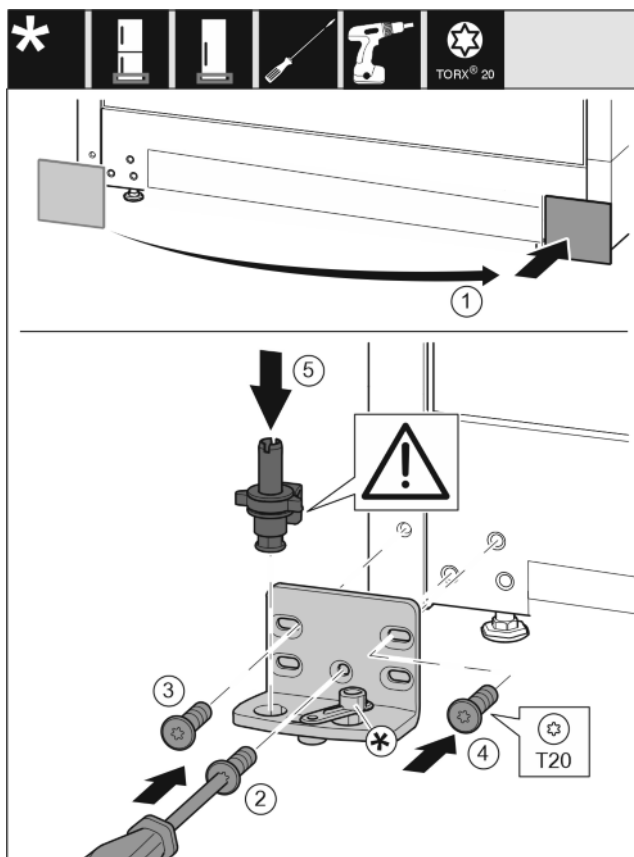

Fig. 15
- ▶ Rimuovere la copertura e applicarla sull'altro lato. Fig. 15 (1)
- ▶ Applicare il blocco di supporto sull'altro lato e avvitare con un cacciavite T20. Iniziare dalla vite 2 in basso al centro. Fig. 15 (2)
- ▶ Serrare la vite 3 e 4. Fig. 15 (3,4)
- ▶ Inserire completamente il perno di supporto. Fare attenzione che la camma di arresto sia rivolta verso il lato posteriore. Fig. 15 (5)